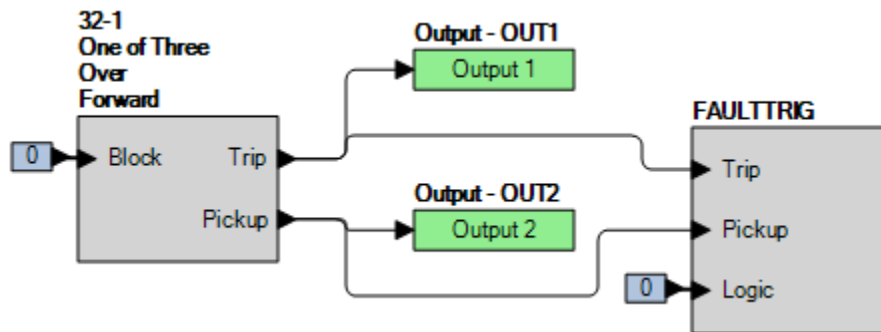

Figure 78-1. Paramètres BESTLogicPlus
Étape 2 : Utilisez BESTCOMSPlus pour configurer la Logique programmable BESTLogicPlus illustrée dans la Figure 78-1.